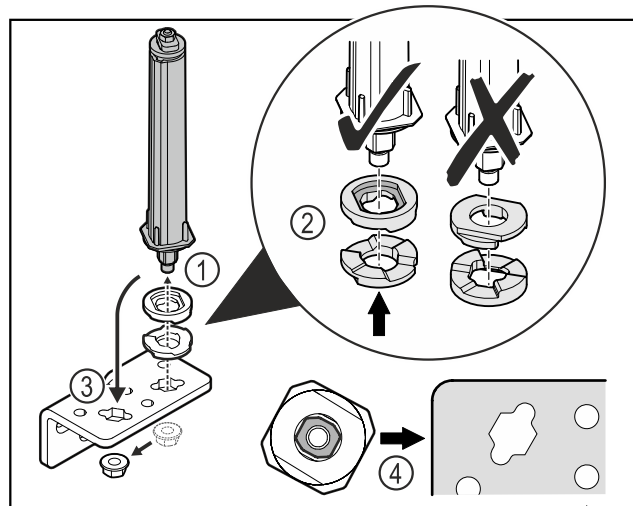

Fig. 37
- ▶ Lossa muttern och ta bort dörrlåssystemet Fig. 37 (1).
- ▶ Se till att rikta brickorna för höjdjustering korrekt Fig. 37 (2).
- ▶ Flytta dörrlåssystemet i gångjärnsfästet och fixera med muttern Fig. 37 (3).
- ▶ Kontrollera att dörrlåssystemet är korrekt riktat vid monteringen Fig. 37 (4).